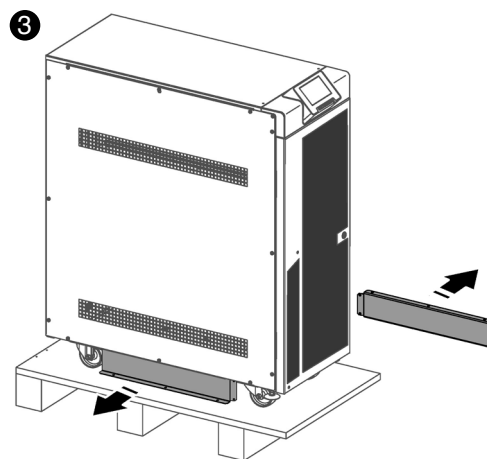

Fig. 24. Extracción de las guías para facilitar el descenso del equipo de su palet.
- ❸ Desatornillar las guías que se encuentran en ambos lados de la base del equipo previstas para facilitar el descenso del equipo (Fig. 24).